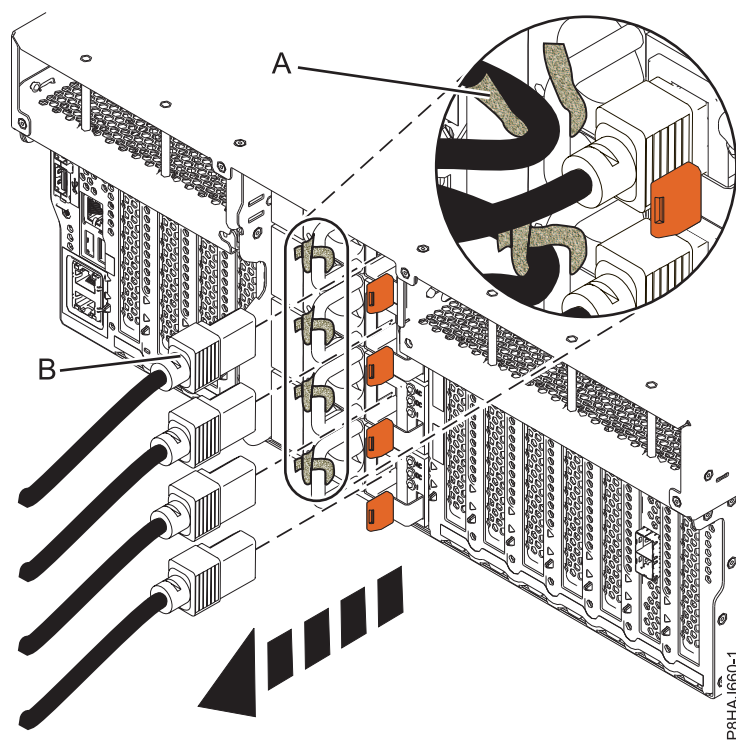
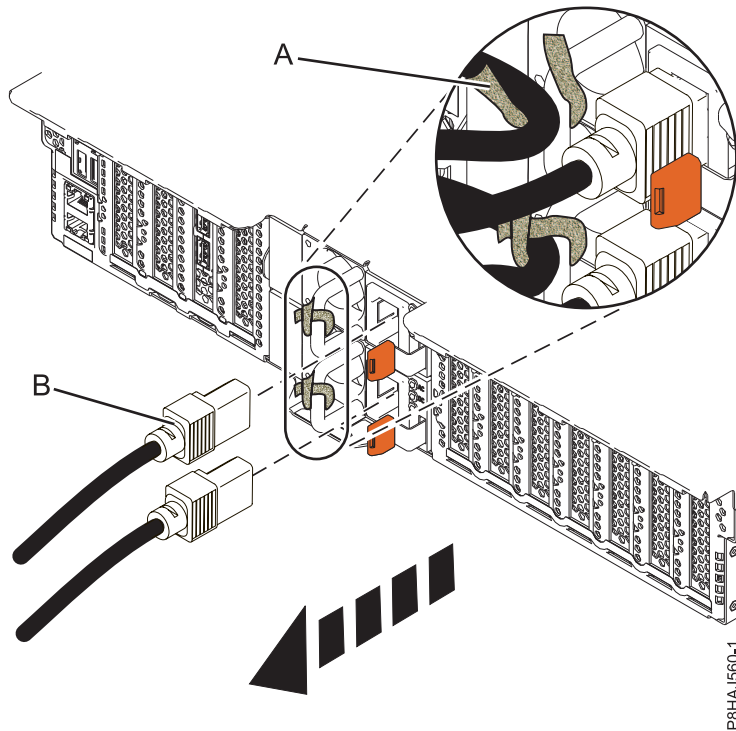
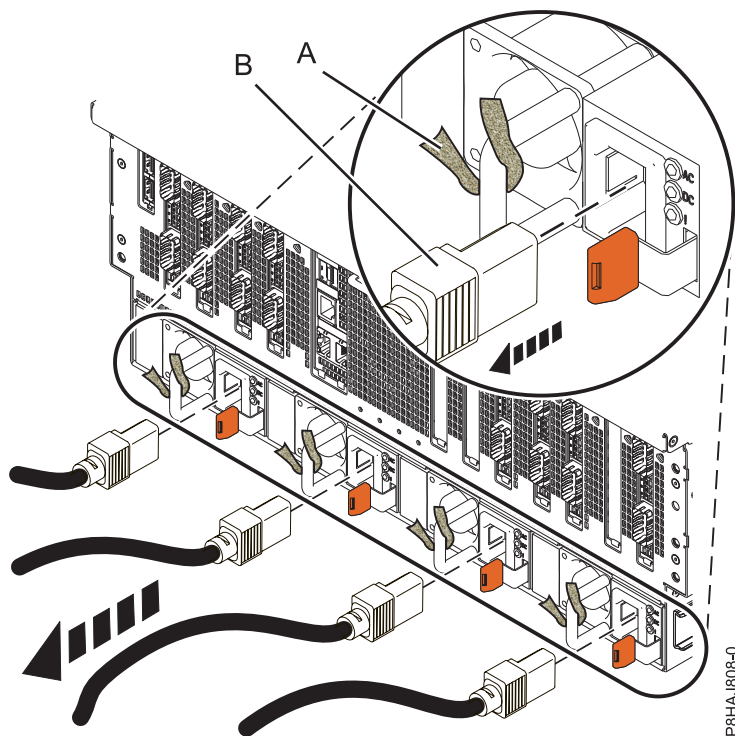

Figura 20. Extracció dels cables d'alimentació d'un sistema 8247-42L, 8286-41A o 8286-42A
Figura 21. Extracció dels cables d'alimentació d'un sistema 5148-21L, 5148-22L, 8247-21L, 8247-22L, 8284-21A, o 8284-22A
Figura 22. Extracció dels cables d'alimentació d'un sistema 8408-44E o 8408-E8E
3. Desconnecteu els cables d'alimentació **(B)** de la unitat del sistema. Consulteu Figura 20 a la pàgina 39, Figura 21 a la pàgina 39 o Figura 22 a la pàgina 40 depenent del tipus de sistema que tingueu.